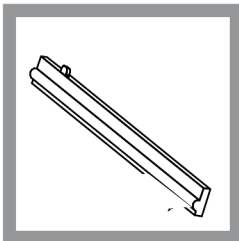

рис. 1
- измеритель толщины обложки с каналом (6)
- переплетная вкладка С-Bind (приобретается отдельно в составе Комплекта инструментов O.CB INSERTS для Atlas 190) – рис. 1
1. С помощью измерителя (6) подберите нужную толщину (размер) обложки.
3. Перед началом переплета в обложку C-BIND выньте переплетную вкладку (8). На клинья на задней стенке положите переплетную вкладку O. CB INSERTS (рис.1).